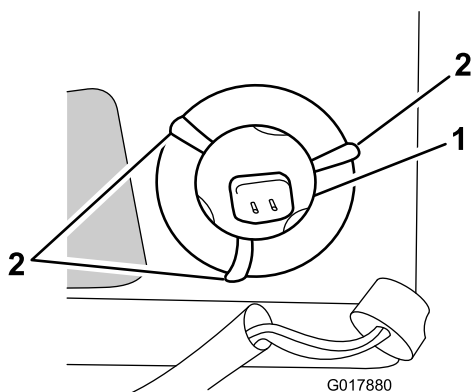

Figura 33
7. Spostate le linguette pieghevoli (che mantengono la lampada in posizione) all'interno del manicotto metallico in modo tale che non siano d'intralcio; vedere Figura 33.